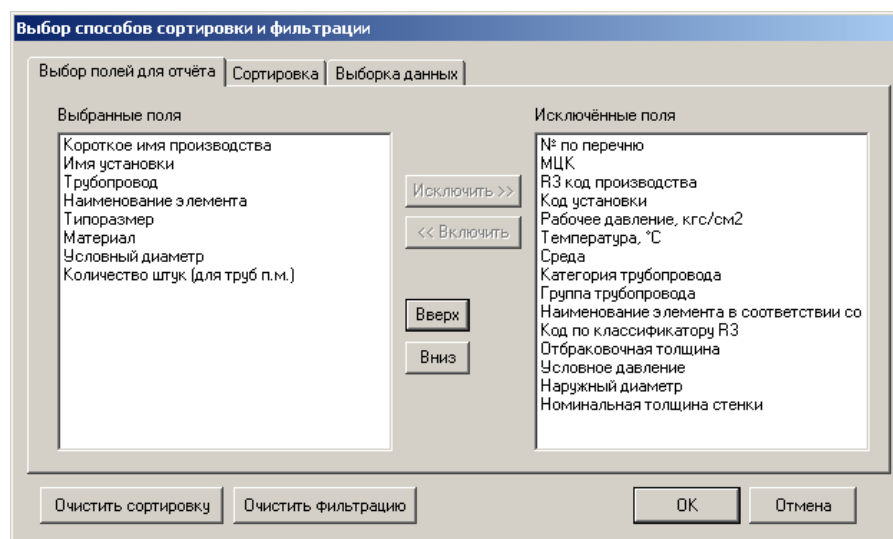

Рис. 3.7.4. Выбор полей, вставляемых в отчет
1. В диалоговом окне на рис. 3.7.4 следует выбрать требуемые поля, которые будут вставляться в отчет («имя производства», «имя установки», «название трубопровода», «наименование элемента», «типоразмер», «материал», «условный диаметр», «количество»).